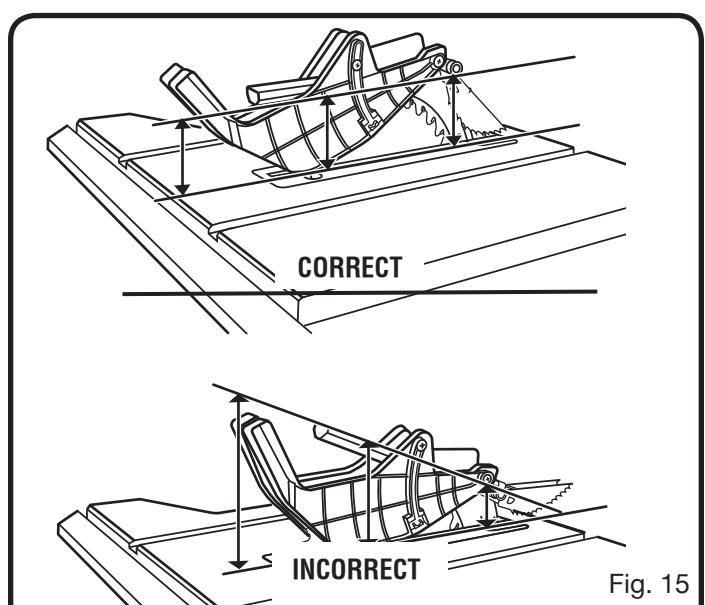

Fig. 15
- Avec le devant du protège-lame a élevé, abaisser le dos du garde dans le trou de milieu le couteau diviseur. appuyer le devant du garde jusqu'à ce que **c'est parallèle à la table** (*voir la figure 15*). Si le protège-lame n'est pas parallèle la table, le couteau diviseur n'est pas dans « en haut » la position.